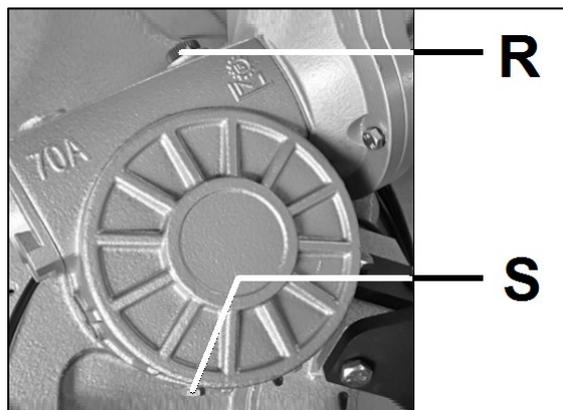

Figure 9-1 : Boîte de vitesses
- Retirez le bouchon de purge (S, Fig. 9-1) et le boulon de remplissage (R).
- Remplacez le bouchon de purge (S)
- Remplacez le boulon de remplissage (R).